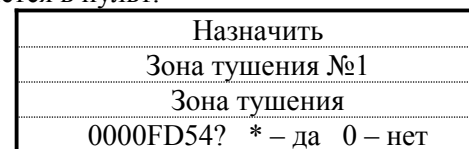

Рис.9 – Подтверждение регистрации
3) Стрелками на клавиатуре «Вертикаль-ПУ/УКА» выбрать нужный прибор (при нажатии на стрелки клавиатуры в нижней строчке будут поочередно предложены все имеющиеся в конфигурации приборы «Зона тушения»). Далее нажать кнопку «Подтв.» на клавиатуре. При этом появится надпись следующего вида (Рис. 9). При нажатии кнопки «\*/Подтв.» указанный в нижней строке номер «FD54», соответствующий ID прибора, запишется в пульт.
Примечание: При появлении на пульте надписи «Обнаружено устройство ...», в ней указывается код того прибора, на котором была нажата кнопка «Сброс» – «FD54» (Рис.9). Рекомендуем запомнить эти коды и внести их в конфигурацию. Это позволит в будущем избежать повторного выполнения пунктов 2) - 4) при незначительном изменении конфигурации и перезаписи её в «Вертикаль-ПУ/УКА».